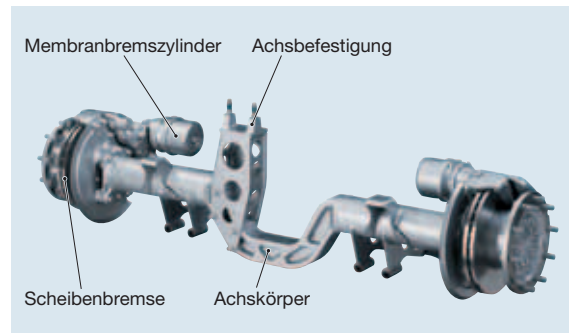

Abb. 9: Nicht gelenkte Vorlaufachse
- **Vorlaufachsen** (vor der Antriebsachse, Abb. 9) oder als
- **nicht gelenkte** Achsen (Abb. 9) oder